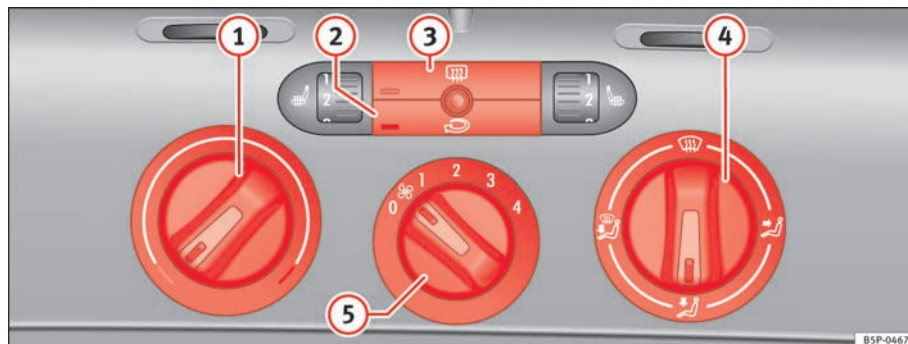

Fig. 125 Mandos de la calefacción en el tablero de instrumentos
- Con los reguladores ⇒ fig. 125 (1) y (4) y con el mando (5) se regula la temperatura, la distribución del aire y la velocidad de la turbina.
- Pulse la tecla (2) o (3) para activar o desactivar la función correspondiente. Cuando la función está activa, la ventana situada en la esquina inferior izquierda de la tecla se ilumina.